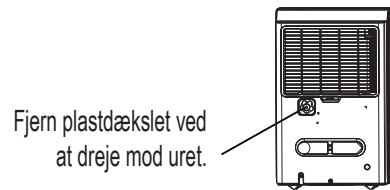
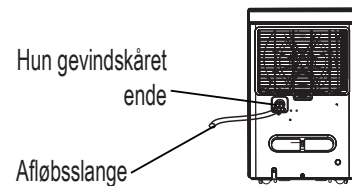

Fig.9
Fig.10
- Fjern plastdækslet fra apparatets bagerste afløb og sæt til side, og sæt derefter afløbsslangen gennem afløbsudløbet på enheden og før afløbsslangen til gulv afløb eller et egnet dræningsanlæg. (Se Fig.9 og Fig.10)